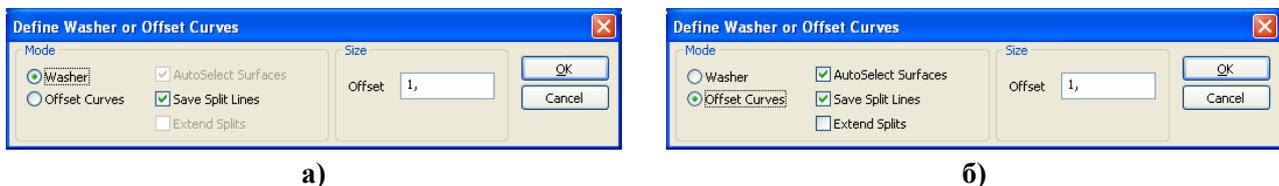

Рис.2.15. Диалоговые панели создания линий-окантовок вокруг отверстий
- линии рассечения поверхностей линиями-окантовками ребер (**Offset Curve/Washer...**): от ребер одного круглого отверстия вокруг отверстия и в его глубине (вариант „**Washer**”, рис.2.15-а) или от ребер нескольких отверстий любых форм или поверхностей любых форм без отверстий (вариант „**Offset Curve**”, рис.2.15-б), причем построенная кривая будет иметь такое же или большее количество точек разрыва, что и опорное ребро;